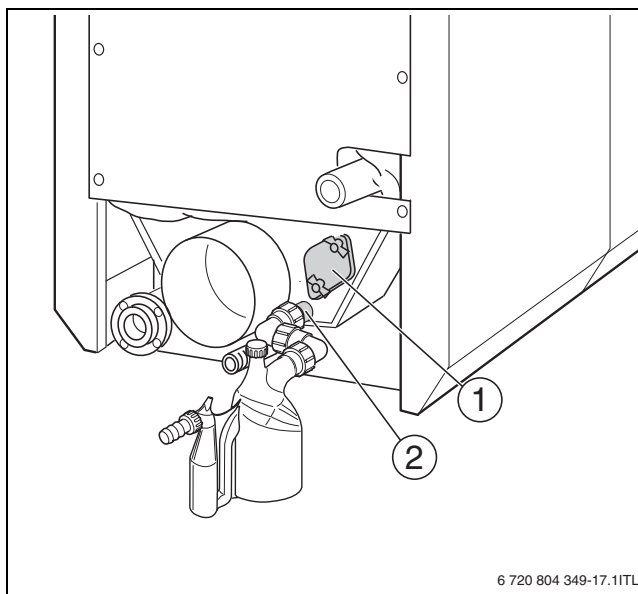

Bild 47 Reinigungsdeckel Abgassammler
- ▶ Kondensatablauf (→ Bild 47, Seite 42) beim Reinigen nicht verstopfen.